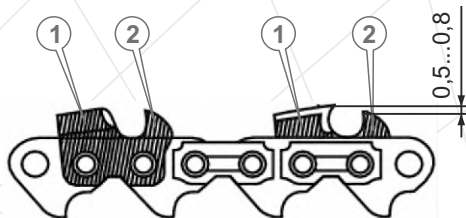

Рисунок 6
Каждое звено цепи пилы состоит из двух зубьев: режущего зуба (1) и зуба-ограничителя (2) (см. рис. 6). Насколько эффективным будет процесс пиления, зависит от разницы по высоте между этими двумя зубьями. Оптимальный показатель – режущий зуб выше зуба-ограничителя на 0,5 - 0,8 мм.
Заточку цепи необходимо начать с заточки режущих зубьев (1) (см. рис. 6). Заточку зубьев осуществляйте равномерно, вначале каждый второй зуб с одной стороны цепи, а затем каждый второй зуб с противоположной стороны. Длина всех режущих зубьев цепи должна быть одинаковой. Нельзя допускать, чтобы длина режущих зубьев была разной. Если зубья будут иметь разную длину, это может привести к травме или поломке изделия (см. рис. 7).